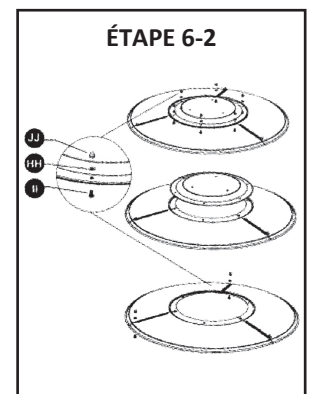
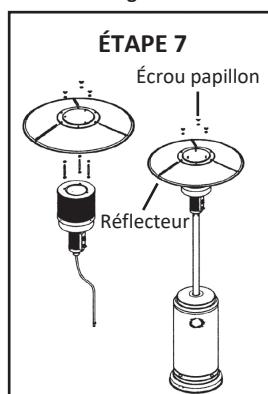

Fig. 13
Fig. 14
Étape 6-2 (Fig. 13)
2. Insérer un boulon M6x10 (II).
3. Glisser une rondelle Ø6 sur l'extrémité fileté du boulon M6x10 (II) et visser les écrous borgnes (JJ) sans les serrer.
Étape 7 (Fig. 14)